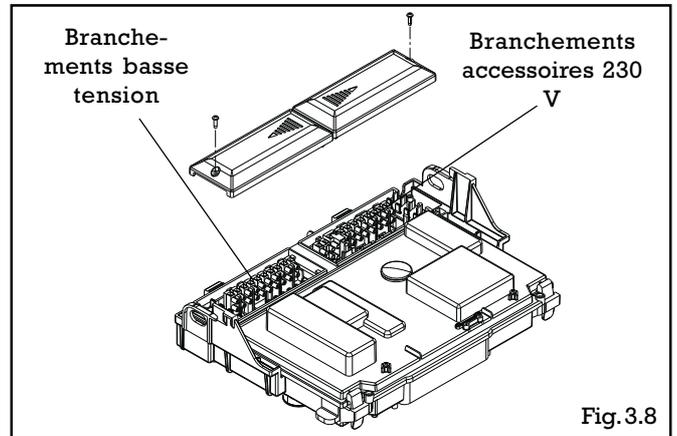

Fig. 3.8
- retirer les 2 petits couvercles (1 vis) en les faisant glisser dans le sens des flèches (fig. 3.8).